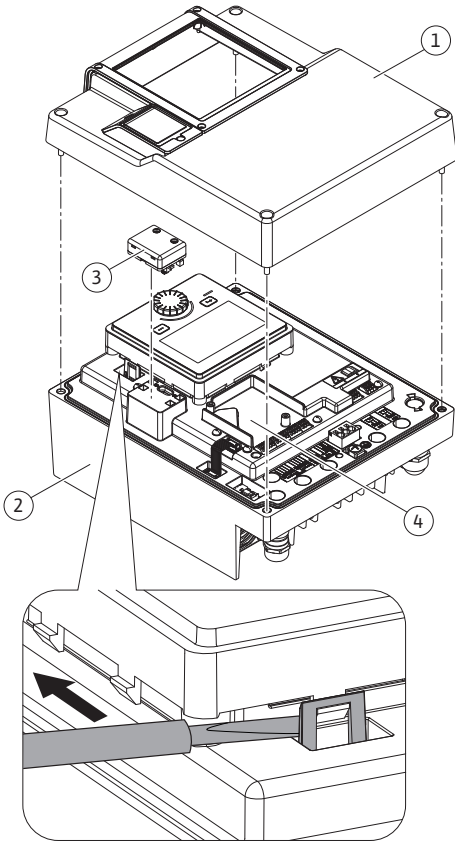
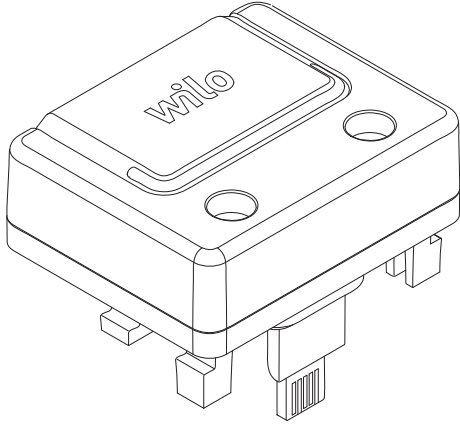

Fig. 30: Elektronik modül
Fig. 31: Wilo-Smart Connect BT modülü
1. Kancayı (Fig. 30) dikkatli biçimde bir alet ile (ör. tornavida) açın.
Wilo-Smart Connect BT modülü (Fig. 30, Poz. 3 ve Fig. 31) Bluetooth arayüzü, akıllı telefonlar ve tabletler gibi mobil cihazlara bağlanmak için kullanılır. Wilo-Assistant uygulamasında Wilo-Smart Connect fonksiyonu vardır. Wilo-Smart Connect fonksiyonu ile pompa kumanda edilebilir, ayarlanabilir ve pompa verileri dışarı aktarılabilir. Ayarlar için "Devreye alma" ► 53 bölümüne bakın.
1. Elektronik modül üst kısmının dört civatasını (Fig. 30, Poz. 1; Fig. 1, Poz. 2) çözün.
3. Wilo-Smart Connect BT modülünü öngörülen Wilo-Connectivity arayüzüne takın. Bk. Fig. 30, Poz. 3.
CIF modülleri (aksesuarlar) yalnızca pompalar ve bina elektrik sistemi arasında iletişim görevi görür. CIF modülleri elektronik modüle takılıdır (Fig. 30, Poz. 4).